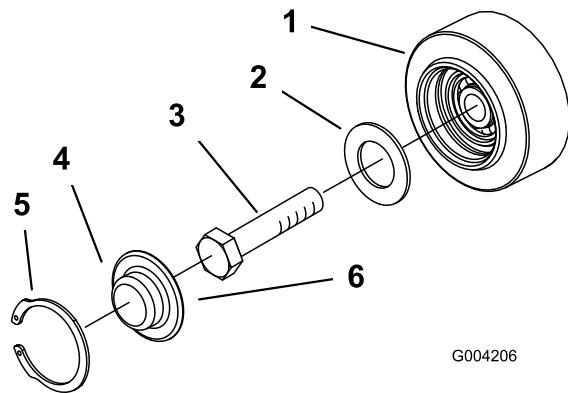

Figura 51
3. Rimuovete l'anello elastico e il tappo da una ruota non motrice (Figura 51).
4. Controllare il grasso sotto il tappo e attorno alla guarnizione (Figura 51). Se risulta sporco, sabbioso o consumato, eliminate completamente, sostituite la guarnizione e applicate del grasso nuovo.